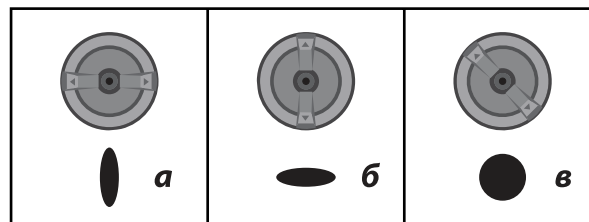

Рис. 3
7. Заправьте емкость (4) приготовленным материалом:
8. Произведите пробную окраску на ненужной поверхности. В зависимости от способа ведения (вверх-вниз или вправо-влево) поверните направляющую (7):
- а) горизонтально - для формирования вертикального факела при окраске вправо-влево (Рис. 3а);
- б) вертикально - для формирования горизонтального факела при окраске вверх-вниз (Рис. 3б);
- в) под углом 45° - для формирования круглого факела при окраске углов, ребер и труднодоступных поверхностей (Рис. 3в).